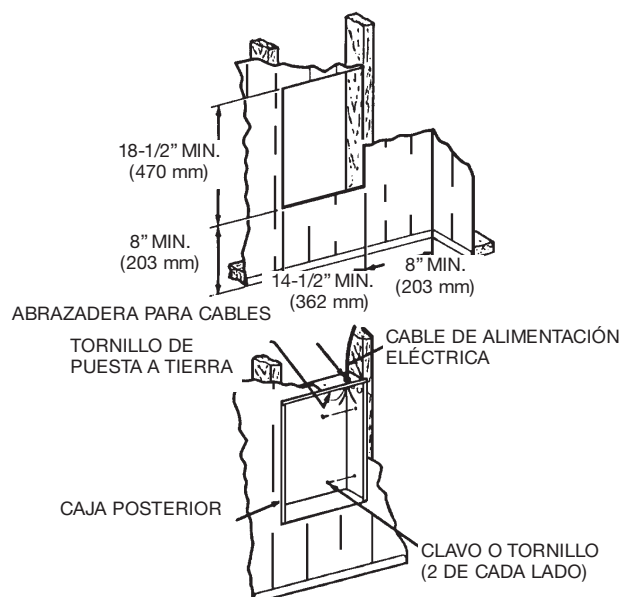

Figura 2: Ubicación de la caja posterior empotrada en una construcción existente
1. Practique en la pared una abertura de 362 mm (14-1/2") de ancho por 470 mm (18-1/2") de alto, a la altura deseada para la instalación, pero a no menos de 203 mm (8") de la pared adyacente y del piso (vea la Figura 2).